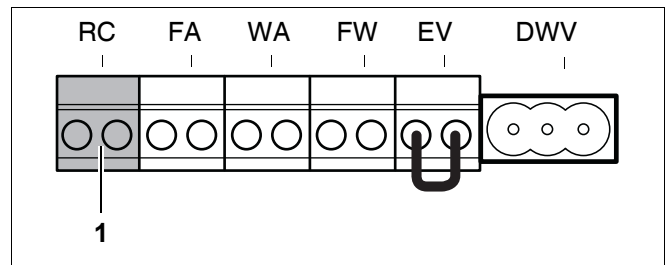

Bild 31 Anslutningslist – rumsmanöverpanel ModuLine och EMS-buss (anslutningsfärg orange)
- Anslut styrenheten ModuLine 400 eller kaskadstyrenheten MBC 5 till den orange klämman RC (bild 31, pos. 1). Använd då en strömkabel med 2 ledare på 0,4 till 0,75 mm² respektive.
- Anslut modulen vid EMS-bussen vid extern modulmontering till klämman RC (bild 31, sidan 30).
- Anslut EMS-bussen till klämman RC (bild 31, sidan 30).